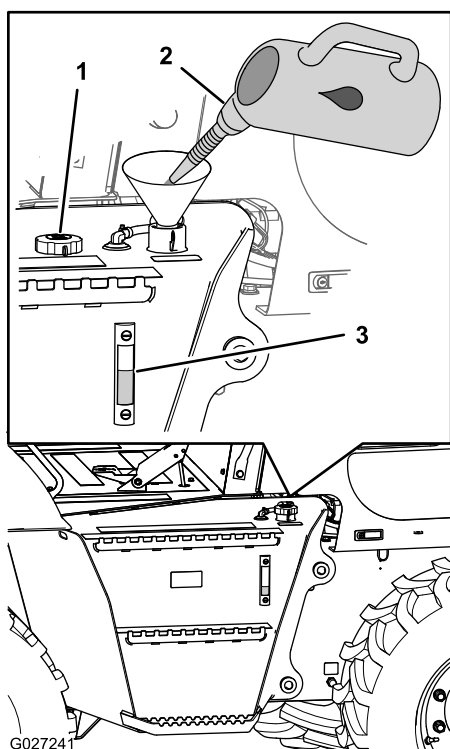

Рисунок 26
3. Проверьте уровень гидравлической жидкости по указателю, смонтированному на боковой стороне бака гидравлической жидкости (Рисунок 26).
4. Если уровень гидравлической жидкости в уровнемере не виден, снимите крышку заливной горловины (Рисунок 26), добавьте гидравлическую жидкость указанного типа, чтобы поднять уровень жидкости до средней отметки уровнемера и установите на место крышку заливной горловины.